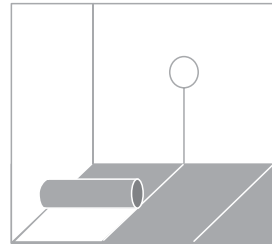

Рис. 2
3. Уложите теплоизоляцию на подготовленную поверхность (рис. 2).